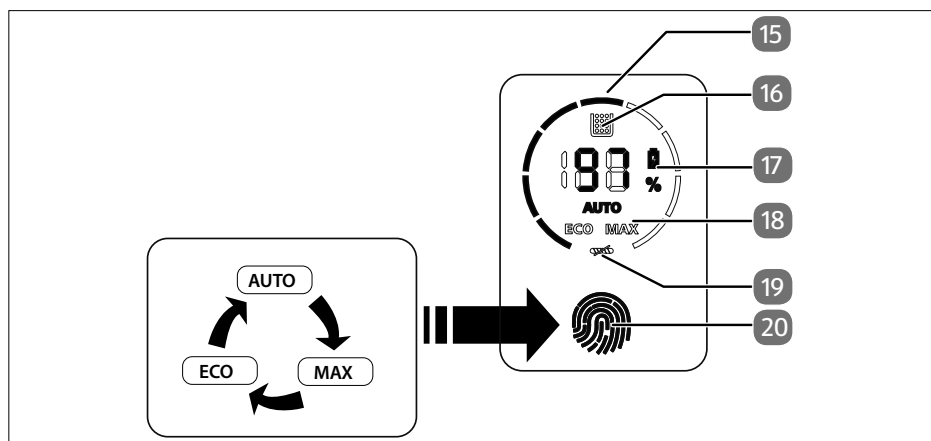

Fig. 2
- ▶ Encienda la aspiradora manteniendo pulsado el interruptor de encendido/apagado (21). Bloquee el interruptor de encendido/apagado pulsando la tecla de bloqueo (22).
- ▶ Toque el panel de mando (20) para ajustar el modo de funcionamiento **AUTO**, **MAX** o **ECO**. En la pantalla (15) se muestra la potencia de motor correspondiente (véase la fig. 2).